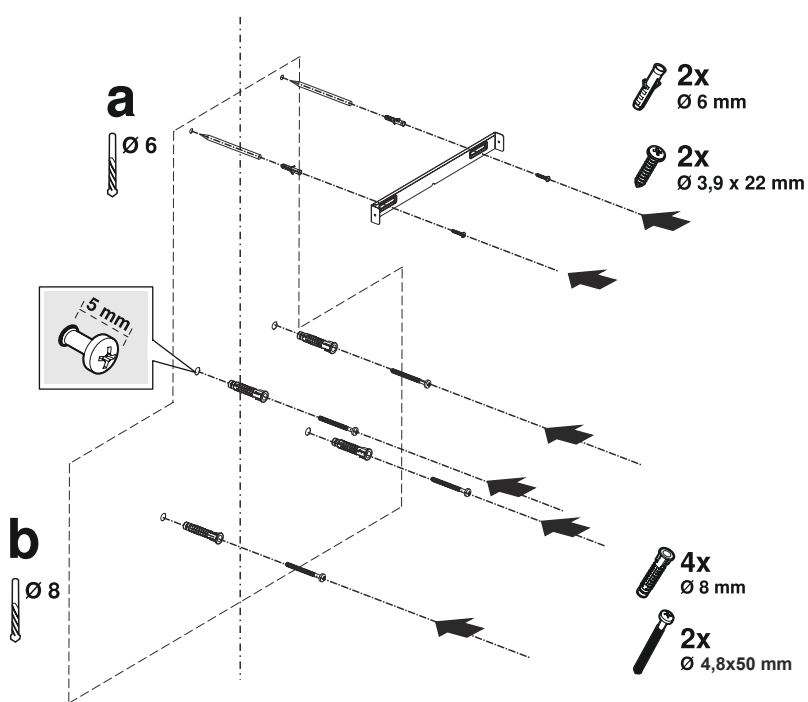

Fig. 11
3. ➤ För att borra hålen för fläkten, fäst monteringsmallen på ytan där enheten ska monteras och markera monteringshålerna (Fig. 11/b).
4. ➤ Borra ur vinkelfästena med en Ø8mm borr och knacka in pluggarna i väggen (Fig. 11/b). Skruva i 2 stycken 4,8x50 upphängningsskruvar med ett mellanrum på 5 mm mellan skruvhuvudet och väggen (Fig. 11/b).